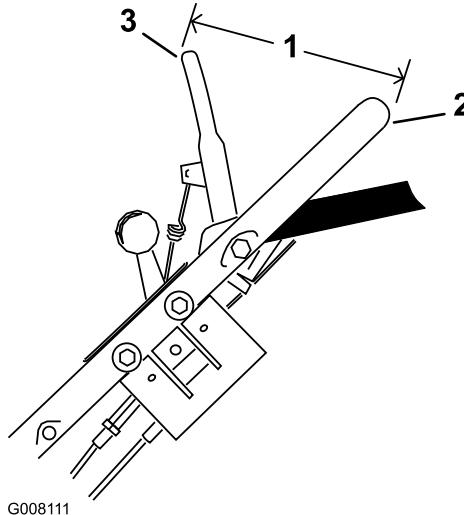

Bild 33
6. Halten Sie den Schaltbügel so, dass die **Außenseite** des Bügels 14 cm von der **Außenseite** des Griffes entfernt ist, und ziehen Sie am Zug, um das Spiel zu entfernen. Die Feder sollte jedoch nicht gespannt sein (Bild 33).